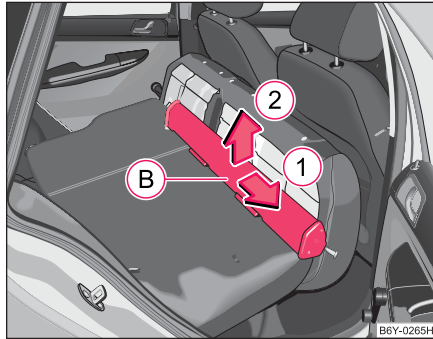

Abb. 61 Rücksitze:
- Schieben Sie das Netztrennwandgehäuse (B) ⇒ Abb. 61 in Pfeilrichtung ① und nehmen es aus der Aufnahme der Rück-